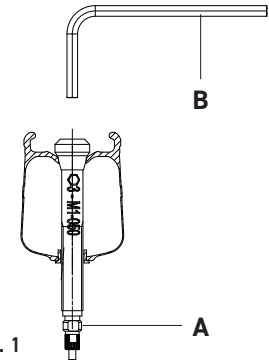

Fig. 1
- Apriete la contratuerca de la válvula (A - Fig. 1) sujetándola con una mano o con unos alicates y girando la válvula con una llave Allen de 3 mm (B - Fig. 1).